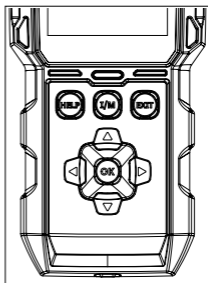

図 3.4.2
- I/M 準備機能を実行する場合は、I/M ショートカットボタンを押してもいいです。（図 3.4.2 を参照）